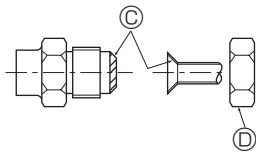

Fig. 4-5
4.3. Connexion des tuyaux (Fig. 4-4, Fig. 4-5)
- S'il est trop serré, il risque de se rompre et de provoquer une fuite de réfrigérant. [Fig. 4-5]
Ⓐ (Fig. 4-5)